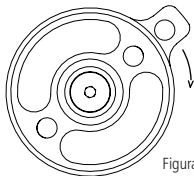

Figura 17
1. A partir de la horquilla desbloqueada, gire la palanca de bloqueo (11) lentamente en sentido horario y pruebe el comportamiento, comprimiendo la horquilla (Figura 17).